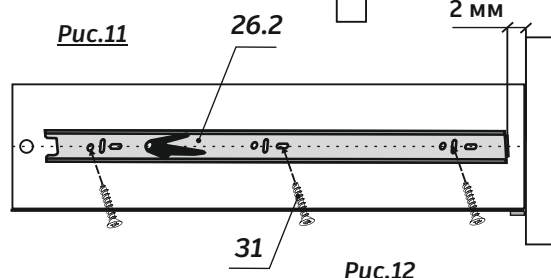

Рис.12
2. Приложить направляющую к каждой боковой стенке ящика так, чтобы центры отверстий направляющей совпали с линией на боковой стенке ящика, выдержав размеры, показанные на рис.12
3. Крепить направляющие к каждой боковой стенке ящика шурупами 3,5х16 (п.31) – 3 шт (см. рис.12).